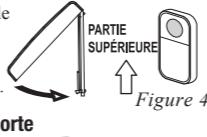

Figure 3
3. Installez le bouton-poussoir (reportez-vous à la figure 3)